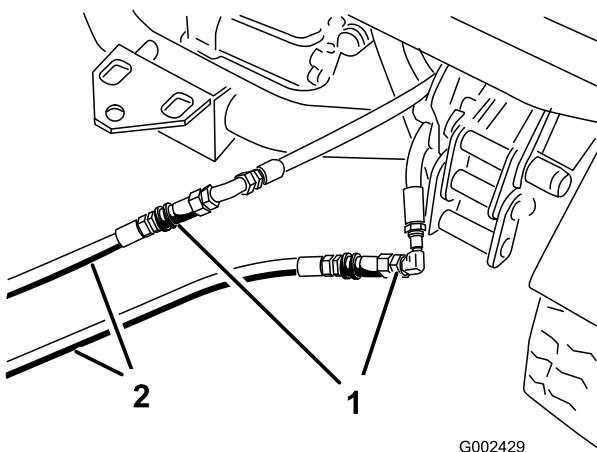

Figura 81
3. Sul veicolo in panne collegate i due tubi d'intervento ai tubi scollegati in precedenza (Figura 81). Applicate un tappo sui raccordi inutilizzati.